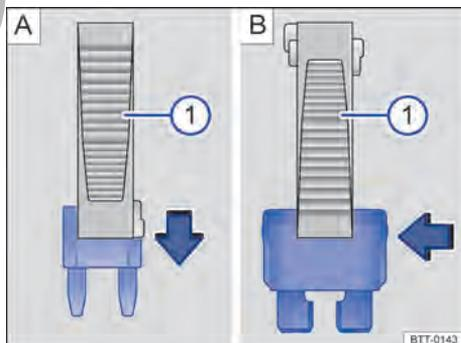

Fig. 190 Quitar o instalar un fusible con la garra de la pinza de plástico (1).
- De ser necesario, retirar la pinza de plástico → fig. 190 ① de la cubierta de la caja de fusibles.
- En caso de *fusibles pequeños*, encajar la garra ① por encima → fig. 190 A.
- En caso de *fusibles mayores*, empujar la garra ① lateralmente sobre el fusible → fig. 190 B.
- Si el fusible está quemado, sustituir el fusible por uno nuevo de la *misma* intensidad de corriente (mismo color e inscripción) y del *mismo* tamaño → ①.